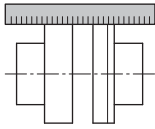

Fig. 12: Radialinio centravimo patikrinimas liniuote
- Taip pat radialinį movos centravimą galima patikrinti liniuote (žr. Fig. 12).